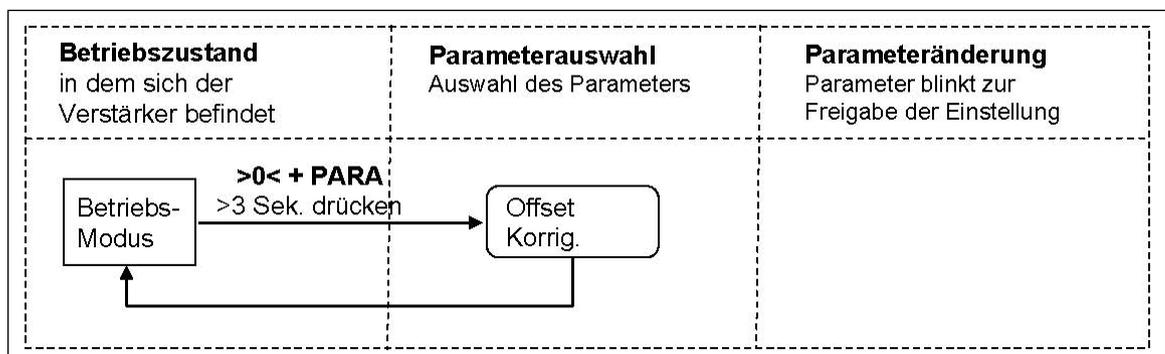

Bild 5: Statusdiagramm Offsetkompensation
2. Die LCD-Anzeige zeigt [Offset korrig.] wenn der Prozess abgeschlossen ist (siehe Bild 5: „Statusdiagramm Offsetkompensation“)